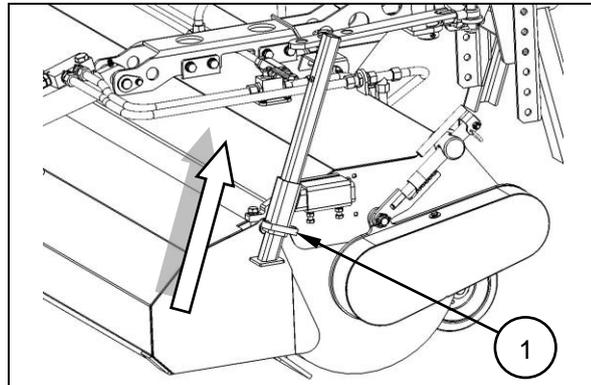

Fig. 4.10
- Abstellstützen (Fig.4.10) nach oben versetzen und mit den Federsteckbolzen (1) sichern.